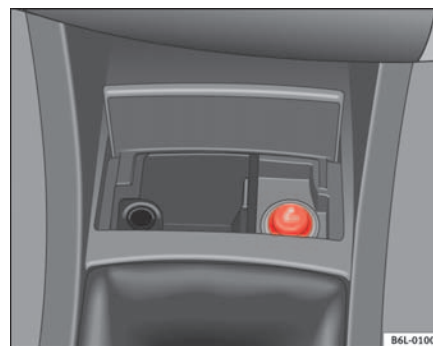

Fig. 82 Encendedor
- Presione el encendedor ⇒ fig. 82 para activarlo ⇒ ⚠.